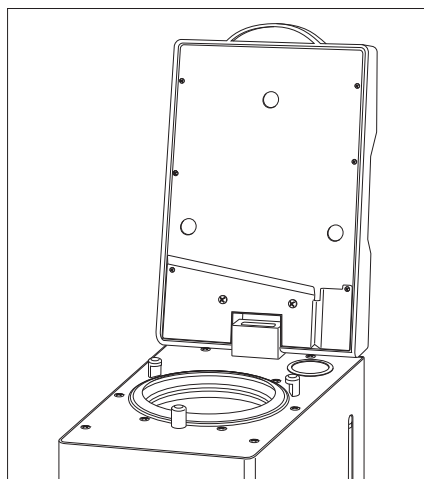

図 20
- 3) ドアを開け(図 20)、本機の設置位置より下方に 2L 以上の容量の広口容器を準備します。